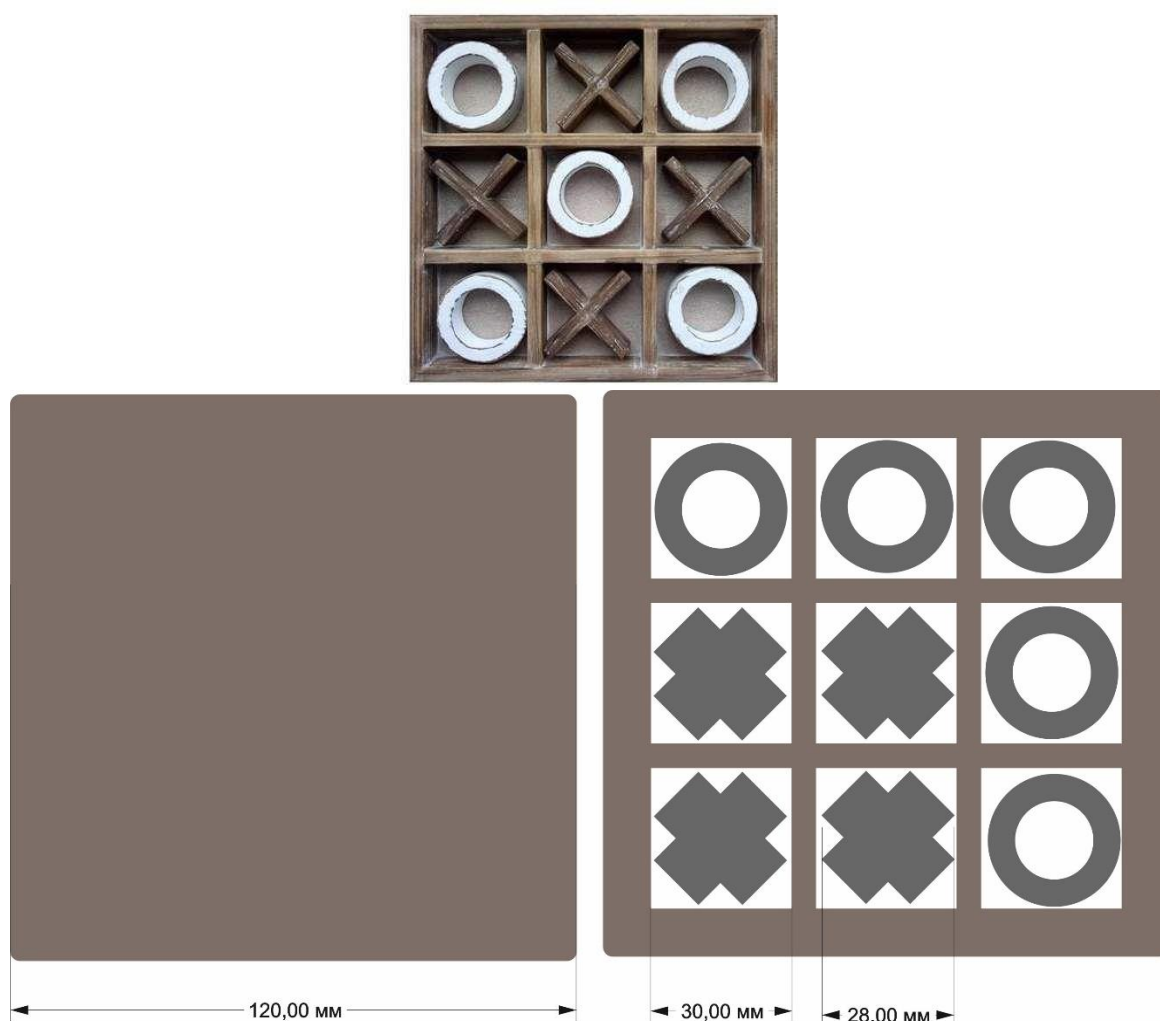

Рис. 1. Наглядное изображение готового изделия
**Образец:** настольная игра «Крестики-нолики» (см. рис. 1).